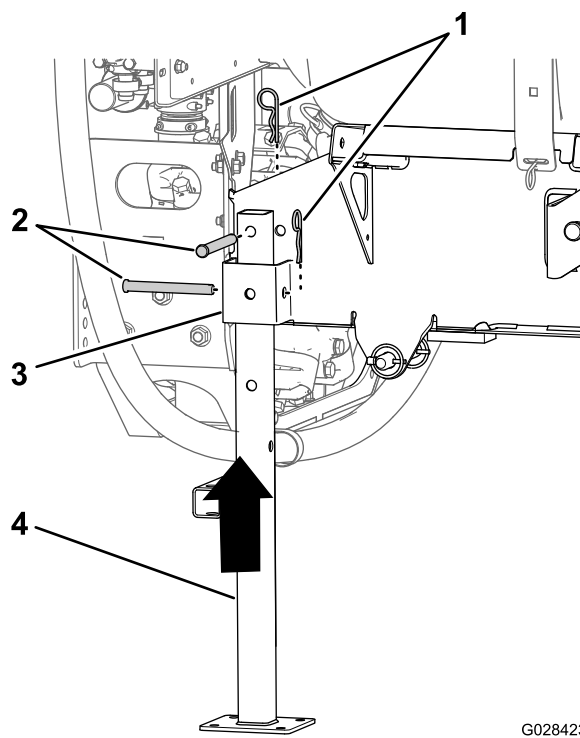

Figura 100
5. Alinee la pata de apoyo trasera con el receptor de la pata trasera (Figura 100).
6. Alinee el orificio de la parte superior de la pata de apoyo con el orificio del bastidor del patín del depósito (Figura 100).
7. Sujete la pata de apoyo al receptor y al bastidor con dos pasadores de horquilla ( $\frac{1}{2}$ " x  $4\frac{1}{2}$ ") y dos chavetas ( $\frac{5}{32}$ " x  $2\frac{5}{8}$ "), como se muestra en la Figura 100.